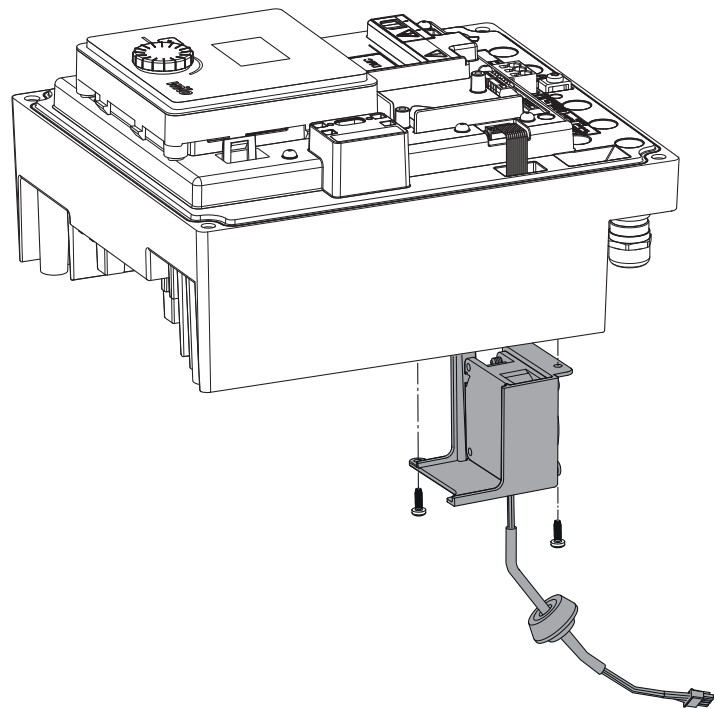

Fig. 48: Odobratie ventilátora modulu spolu s káblom a gumeným tesnením
- Snímte ventilátor modulu a uvoľnite kábel s gumeným tesnením zo spodnej časti modulu (Fig. 48).